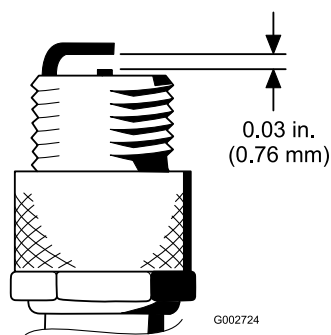

Figura 28
4. Ajuste a folga existente entre o eléktodo central e os eléktodos laterais para 0,76 mm; consulte Figura 28. Monte a vela com a folga correta com o vedante e aperte-a com uma força de 23 N·m. Se não utilizar uma chave de aperto, aperte bem a vela.